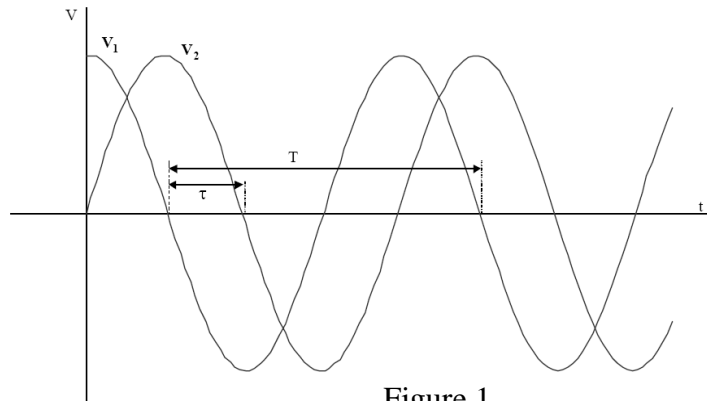

Figure 1
-Réaliser les branchements de la figure 1 et 2